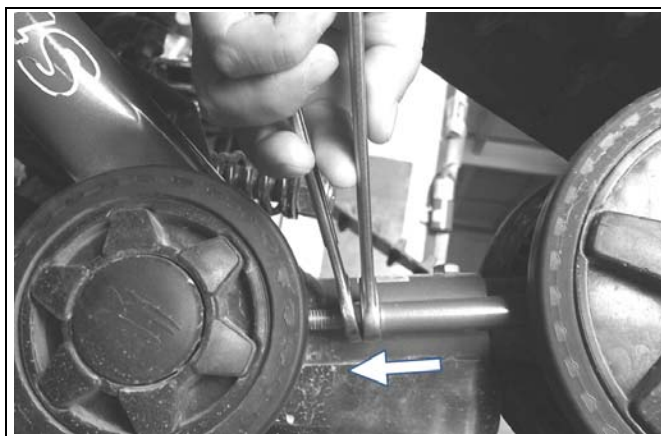

Abbildung 22
- Stellen Sie die Spannung der Gummikette auf den Minimalwert ein (siehe Abbildung 22).